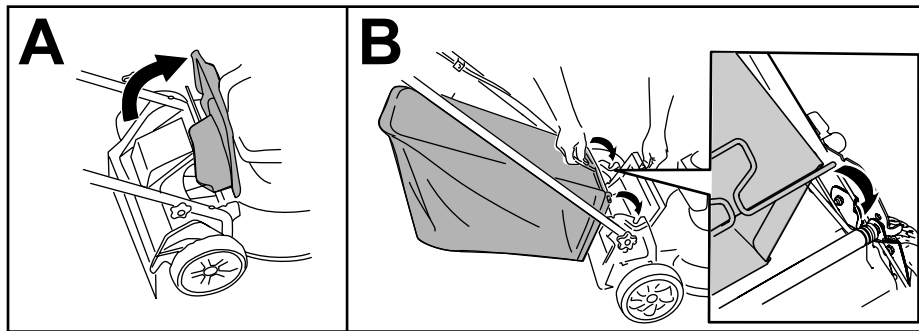

Figura 13
1. Tirate verso l'alto il deflettore posteriore (A di Figura 13).
2. Inserite le estremità dell'asta del cesto di raccolta nelle tacche nelle staffe della stegola (B di Figura 13).